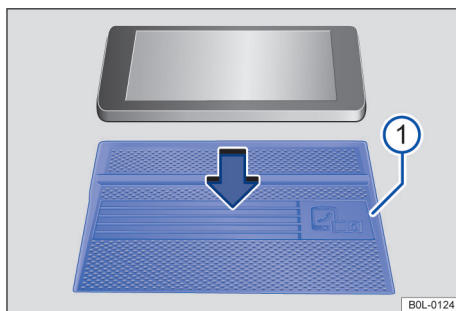

图 114 示意图：无线充电装置上的防滑垫。
取决于车型装备，无线充电装置位于中控台上部储物盒区域内 → 图 114 ①。
带有 Qi 功能的移动设备可实现 Qi 标准的无线充电。防滑垫 → 图 114 ① 上的“电话符号”表示无线充电装置的中间位置。